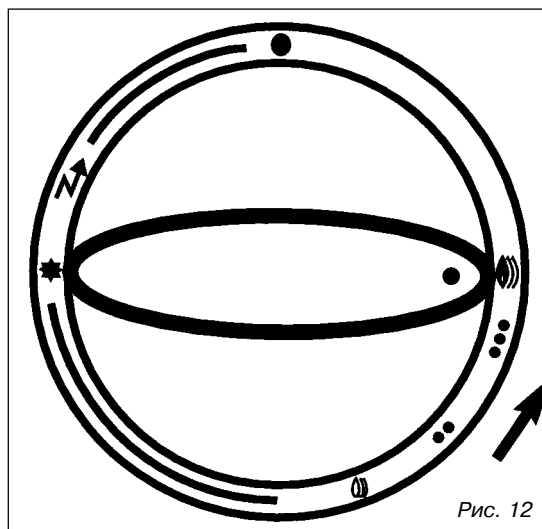

Рис. 12
- Когда запальная горелка воспламенится, подержать ручку несколько секунд в положении “✱” для установления рабочего состояния термопары системы защиты, а затем перевести ручку (поворачивая её по-прежнему в направлении стрелки) в положение между метками “☉” и “☉☉” (рис. 12).